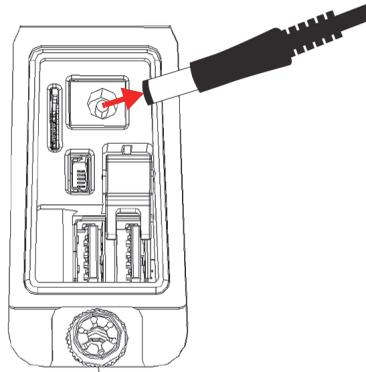

Figura 3-19 Scollegamento alla presa di alimentazione CC
4. Se si usa un caricabatterie-alimentatore, scollegare la spina di alimentazione CC dalla presa del caricabatterie-alimentatore CA (vedere Figura 3-19 a pagina 71).